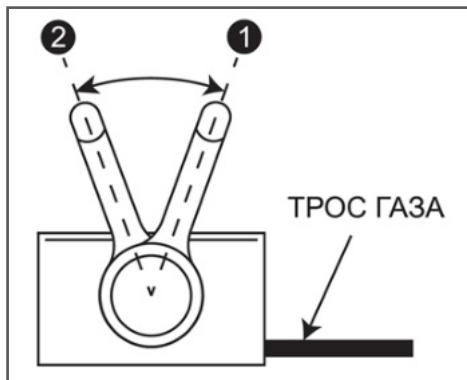

Рис. 7 Положения рычага газа
После правильной регулировки троса газа рычаг газа имеет два рабочих положения (Рис. 7).
2. Переведите рычаг газа из положения «2» в сторону положения «1» на 1/3 его хода (Рис. 7).
5. После запуска двигателя переведите рычаг газа в положение «2» (Рис. 7) и прогрейте двигатель на холостых оборотах в течение 30 секунд.
После запуска прогретого двигателя работу можно начинать сразу, для этого переведите рычаг газа в положение «1» (Рис. 7).